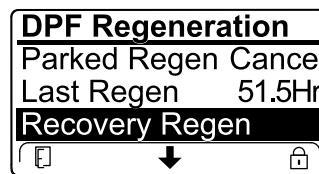

Figura 58
- Se o computador do motor não tiver pedido uma regeneração de recuperação e percorrer a opção REGENERAÇÃO DE RECUPERAÇÃO, a regeneração de recuperação bloqueia e o ícone de bloqueio (Figura 58) surge no canto inferior direito do InfoCenter.